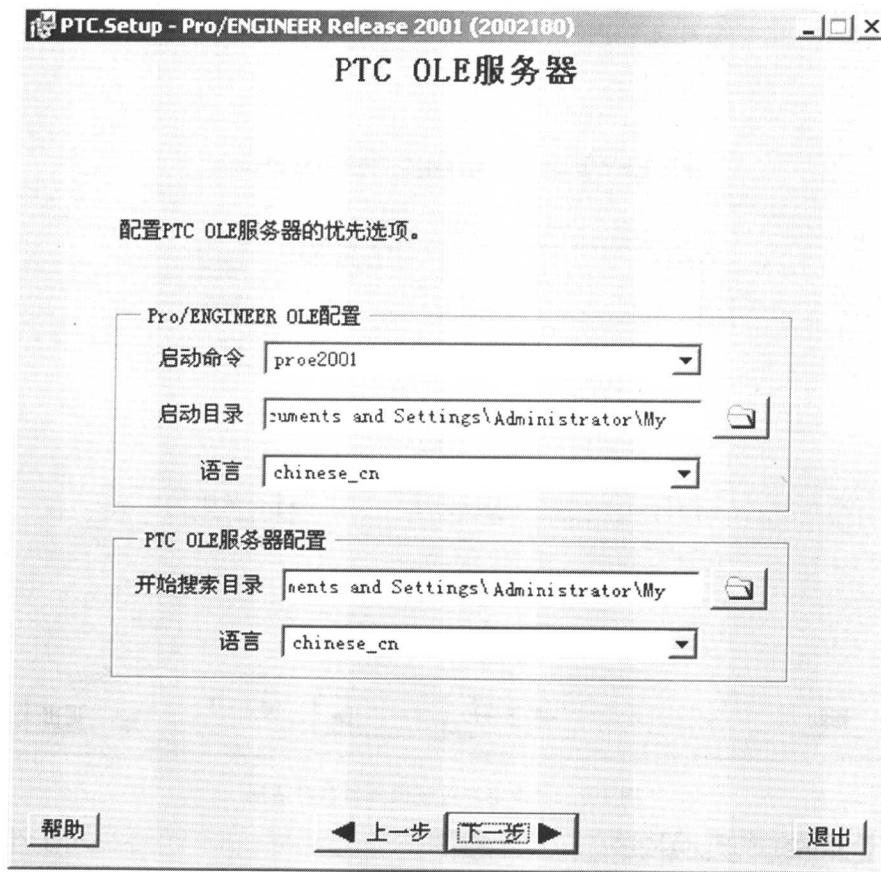

图 1-8 “PTC OLE 服务器”对话框
(8) 出现“PTC OLE 服务器”对话框, 如图 1-8 所示。用户在语种一栏中选择 `chinese_cn`, 其它选项接受系统的默认配置, 单击 **下一步 ►** 按钮。进入“Windows 优先选项”对话框, 在“Windows 快捷方式优先选项”中勾选“桌面”选项, 其它接受默认配置, 单击